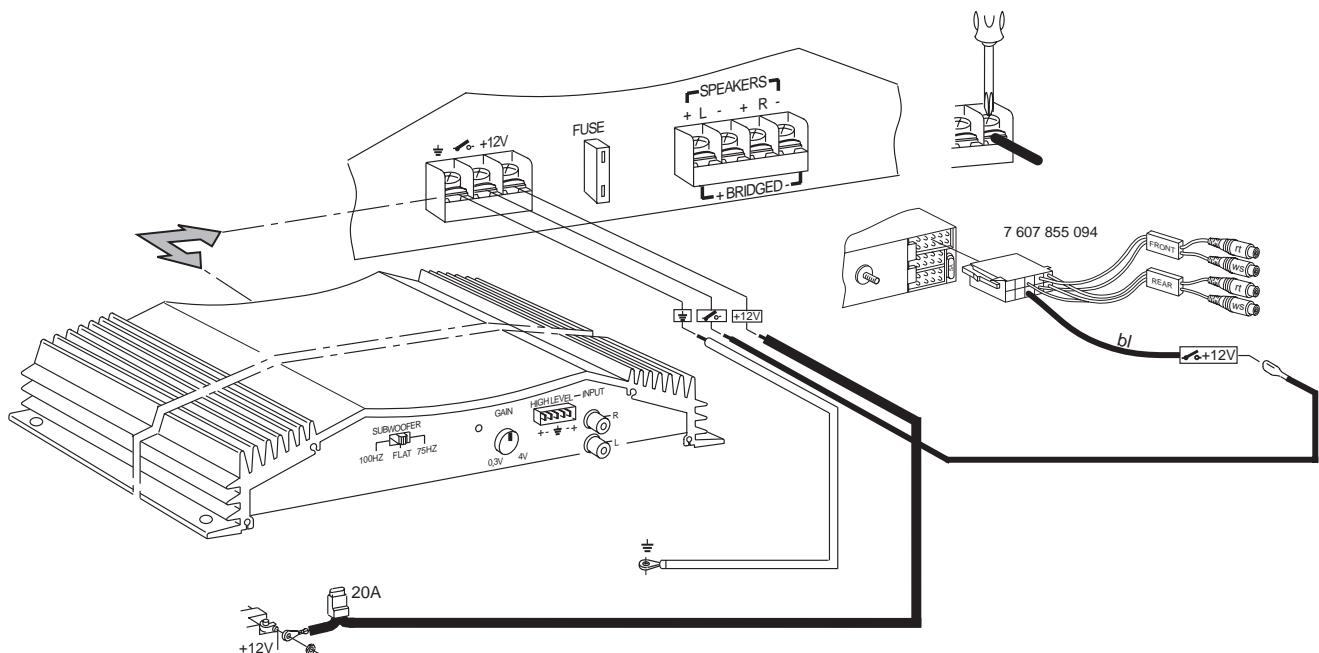

Fig. 2
Conexión de alimentación de tensión	fig. 2
- Ligação do abastecimento de tensão Fig. 2